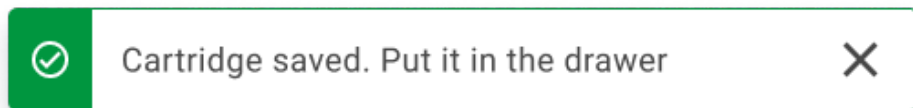

Figura 25. Tela Cartridge saved (Cartucho salvo)
10. Após efetuar a leitura com sucesso, a seguinte caixa de diálogo aparecerá brevemente na parte superior da tela (Figura 25).